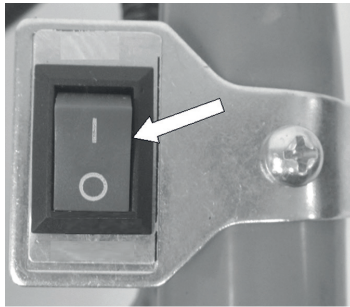

Рис. 11
2. На ручке управления установите выключатель зажигания в положение «0» (Рис. 11)